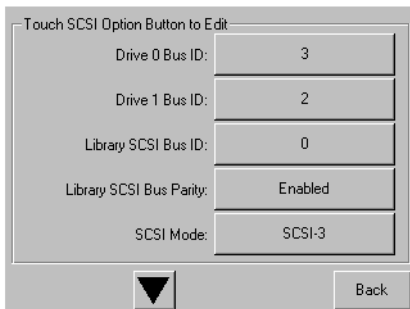

Figura 3-4. Schermata campo dati Drive 0 Bus 0 (Unità 0 bus 0)
- d. Per confermare, selezionare OK. Viene visualizzato un nuovo ID SCSI nel campo dati Drive 0 Bus 0 (Unità 0 bus 0) (vedere la Figura 3-4).